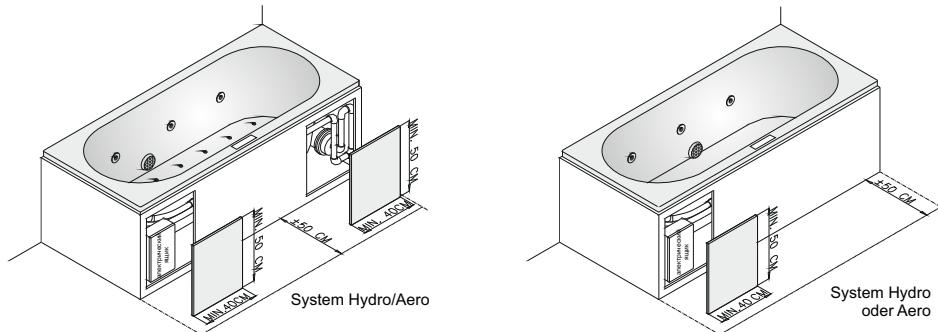

Fig. 5. Inspektionsluken
- Inspektionsluken (min. 40 x 50 cm) für Wartungsarbeiten (zumindest an den Motoren). Vor den Öffnungen muss mindestens 50 cm freier Raum sein, um die Technik erreichen zu können (siehe Abb. 5). Des Weiteren empfiehlt RIHO die Installation einer Serviceluke in der Nähe der Überlauföffnung.
Für Wartungsarbeiten müssen die Wannenschürze oder die Fliesen mit einer spritzwasserdichten Luke (min. 40 x 50 cm) ausgestattet sein. Solch eine Luke muss für jeden Motor und die Heizung vorgesehen werden. Vor der Luke muss mindestens 50 cm Platz sein, um den freien Zugang zu der Elektronik zu gewährleisten (siehe Fig. 5). Weitere Informationen zu der exakten Position der Luken finden Sie im RIHO Technikkatalog. Der RIHO-Wartungsdienst kann die Motoren nicht warten, wenn keine oder zu kleinen Luken vorhanden sind. Um einen optimalen Zugang zu den Motoren zu ermöglichen, empfiehlt RIHO, die entsprechenden Schürzen zu verwenden (falls für die Badewanne vorhanden).